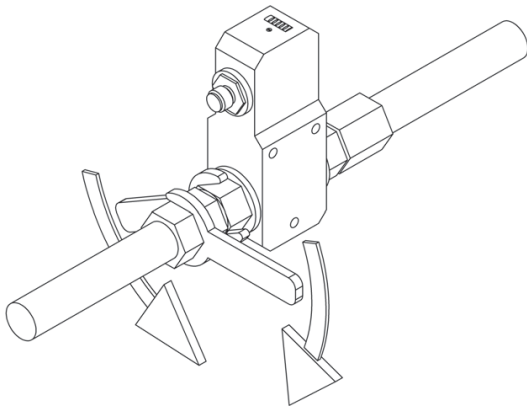
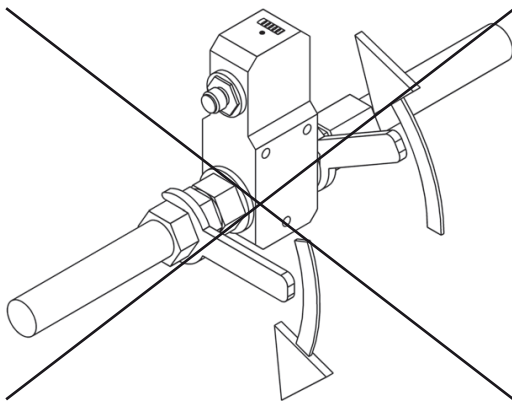

Fig. 7: Ejemplo para fuerzas de cizallamiento
Fig. 8: Ejemplo negativo para fuerzas de cizallamiento
Durante el montaje y el servicio no deben producirse fuerzas de cizallamiento entre las conexiones de proceso del sensor (véase Fig. 7).
- ▶ Durante el montaje y el servicio debe prestarse atención a que no se produzcan fuerzas de cizallamiento (véanse Fig. 7 y Fig. 8).